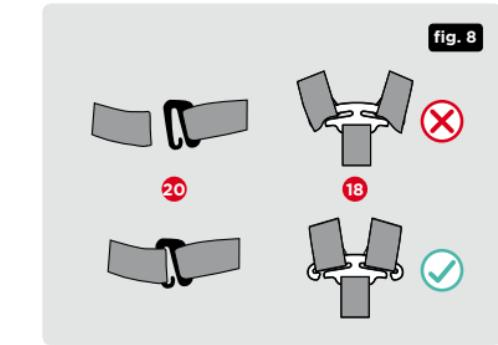

fig. 8
5. Desde la parte trasera, vuelva a enganchar las cintas en el conector de arnés y una las cintas correspondientes a los protectores de hombros (fig. 8).